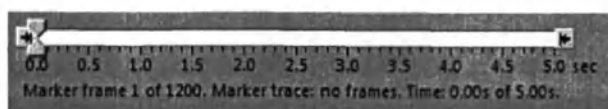

Рис. 82 Панель Timeline control (Контроль временной шкалы).
2. Выберите диапазон измерений кадров, который будет использоваться в модели. Используйте регуляторы (ползунки) на панели Timeline control (Контроль временной шкалы) (Рис. 82) для определения нужного диапазона. Выберите диапазон, в котором движение является типичным для Ваших измерений. В большинстве случаев лучше использовать весь диапазон измерений во избежание больших разрывов и некорректных данных.